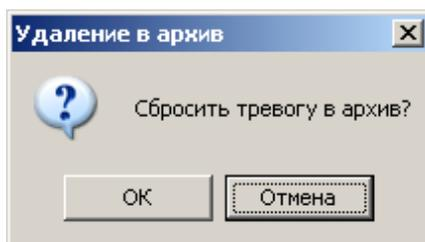

Рисунок 3.33. Окно «Удаление в архив»
4. При нажатии кнопки **Удалить** или на клавишу **Del** будет предложено сбросить тревогу в архив (рисунок 3.33).